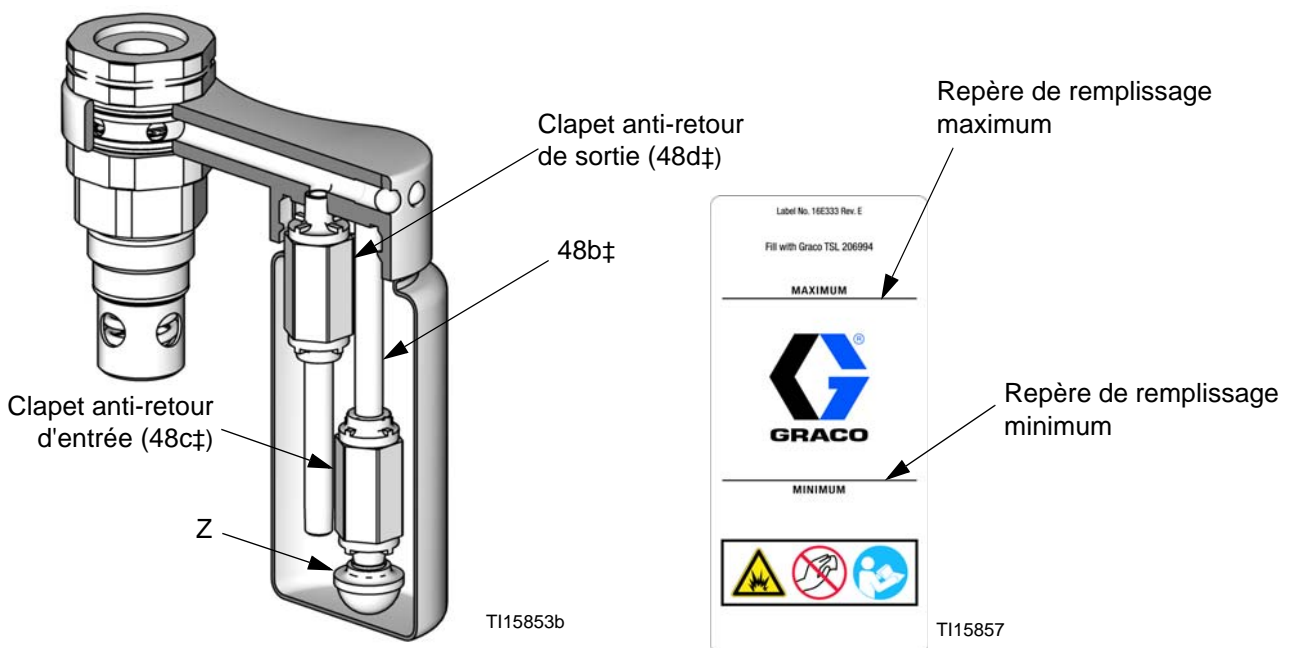

FIG. 1. Écorché du réservoir à TSL et repères de remplissage
3. Nettoyez la crépine (Z) du clapet anti-retour d'entrée (48c‡). Si les clapets anti-retour ne sont pas étanches et sales, du TSL pénètre dans la coupelle ; remplacez les clapets anti-retour (48c, 48d). Consultez la FIG. 1.
5. Retirez la bague (50) et les vis (51), le chapeau (49) ainsi que l'ensemble collecteur et bouteille (48).
**REMARQUE** : commandez le kit 24F404 de réparation du clapet anti-retour pour remplacer les clapets anti-retour dans la bouteille de TSL. Les pièces du kit portent un symbole comme, par exemple, (48b‡). Commandez le kit 24F405 de remplacement de bouteille si vous ne remplacez que la bouteille. Les pièces du kit portent un symbole comme, par exemple, (48e\*). Le kit comprend 5 bouteilles et 5 étiquettes. Consultez la FIG. 1, la FIG. 4 et la FIG. 5.
6. Fixez le collecteur d'entrée (18) dans un étau.
7. Desserrez, mais sans les retirer, la coupelle (41) et la cartouche (40).
8. Retirez les quatre vis à tête (9) et les rondelles (8) du pourtour du collecteur de sortie (22).
9. Retirez le collecteur de sortie (22), les billes (23), les sièges (24) et les joints (7).
10. Retirez la coupelle (41) et le joint torique (42). Retirez le joint du piston de pompe TSL (46), le ressort (45) et les joints toriques (47).
11. Retirez la cartouche de presse-étoupe (40). Retirez le joint torique (35), les garnitures (19, 26), les joints (20, 25) et le ressort (43).
12. Retirez les trois vis du cylindre (13) et les rondelles d'arrêt (14). Relevez le boîtier de sortie (16).
- REMARQUE** : les tuyaux de fluide (3), le cylindre (1) et l'ensemble de piston (17, 10, 11, 44, 12) peuvent être lâches dans le boîtier de sortie ou peuvent restés en place dans le boîtier d'entrée (15).
13. Retirez les tuyaux (3) et le cylindre (1). Sortez l'ensemble de piston du cylindre. Inspectez la surface de la tige de piston (17) et les surfaces internes du cylindre et des tuyaux. Si l'une de ces pièces semble être endommagée ou présentent des rayures, remplacez-la.
14. Retirez le collecteur d'entrée (18) de l'étau.